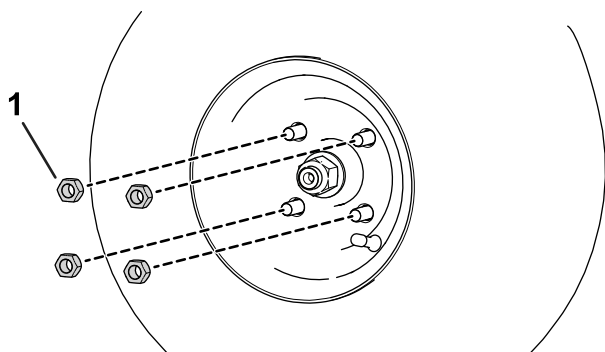

図 65
A. ホイールラグナットをゆるめて外す **図 65**。
- B. ホイールラグナットを取り付ける 図 65。